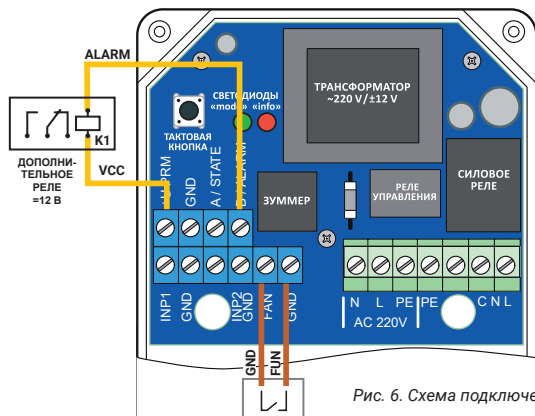

Рис. 6. Схема подключения внешнего проводного выключателя и дополнительного реле
5.5 Клеммы для подключения дистанционного выключателя закрытия/открытия водоснабжения: **FUN**, **GND** (рис. 6). При замыкании между собой клемм **FUN** и **GND** подключенные к блоку управления шаровые электроприводы закроются, при размыкании — откроются.
5.7 Для управления внешними устройствами к блоку управления возможно подключение **дополнительного реле GIDROLOCK**. Схема подключения приведена на рис.6.